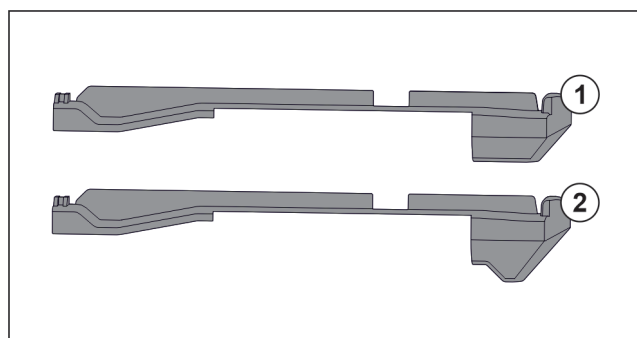

Fig. 124 Jämförelse mellan tillsatser
Det finns två olika tillsatser i skåpet. Tillsatsen över den nedersta utdragslådan Fig. 124 (2) har en trehörnig kant. Alla övriga tillsatser Fig. 124 (1) har en rak kant.
- ▶ Sätt fast tillsats Fig. 124 (2) med den trehörniga kanten över den nedersta utdragslådan.
- ▶ Sätt fast tillsats Fig. 124 (1) med den raka kanten på alla övriga platser.